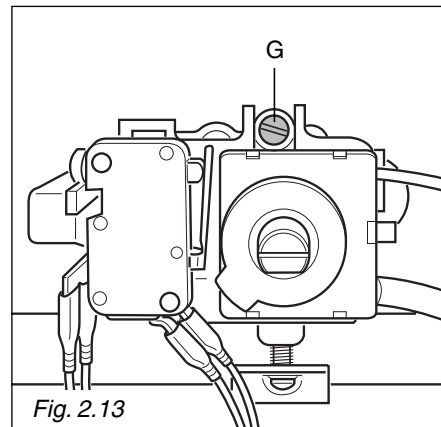

Fig. 2.13
- Enlevez le bouton et dévissez la vis de dérivation « G » (fig. 2.13) environ trois fois en passant un petit tournevis plat (lame de Ø 3 mm, longueur de 100 mm) à travers l'ouverture du panneau.
- Après avoir enlevé à nouveau le bouton et en faisant attention de ne pas tourner la tige du robinet, vissez lentement les vis de dérivation « G » (fig. 2.13) jusqu'à l'obtention d'une flamme d'une hauteur de 3 à 4 mm.